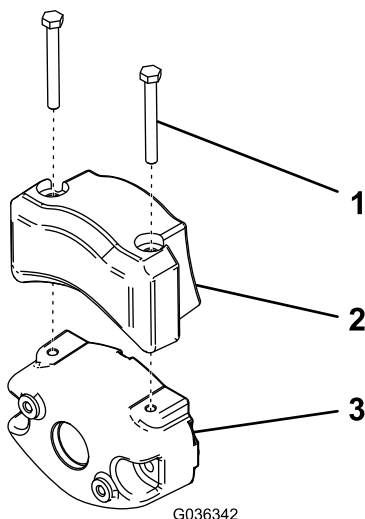

図 10
4. 図10のように、キャップスクリュー2本を使用して既存のカウンタウェイトに電動用ウェイトを取り付ける。